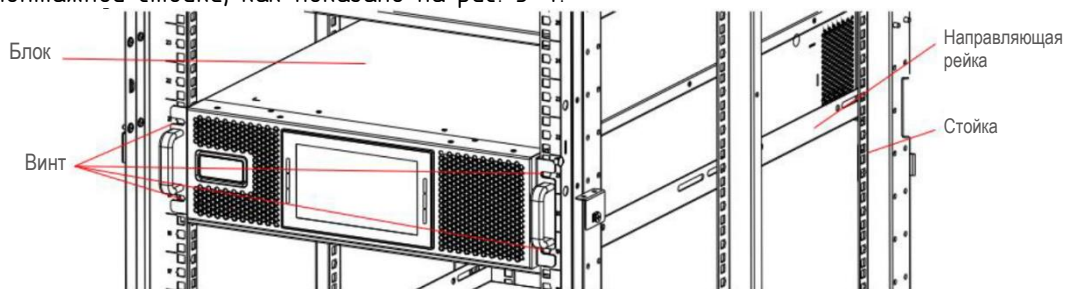

Рисунок 3-4 Монтаж в стойку
(1) Установить направляющую рейку.
(2) Поместить ИБП и аккумуляторный блок на направляющую рейку, закрепить блоки на монтажной стойке, как показано на рис. 3-4.